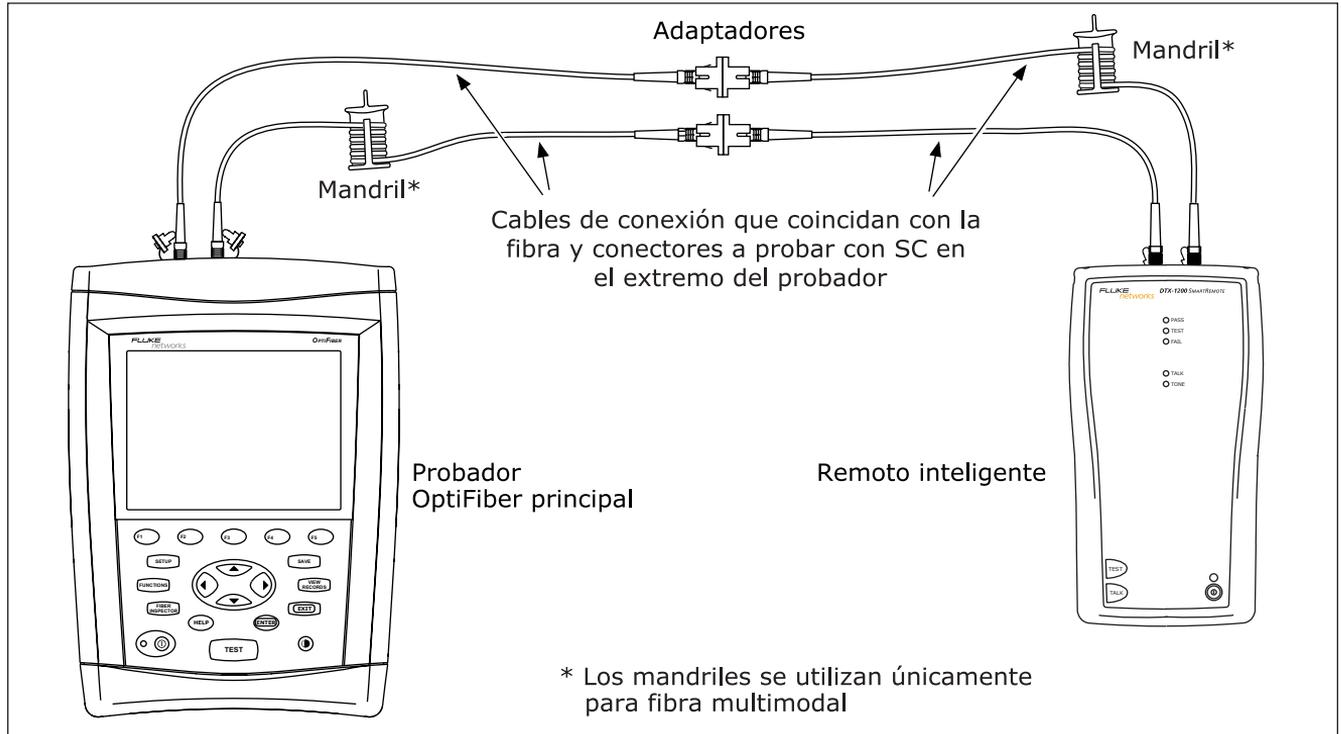

Figura 22. Conexiones de referencia del modo Remoto inteligente
- 7 **En el probador principal:** Pulse **FUNCTIONS** y después seleccione **Establecer referencia de pérdida/longitud**. Conecte los cables de conexión de referencia tal como se muestra en la pantalla y en la figura 22; y después pulse **ENTER**.